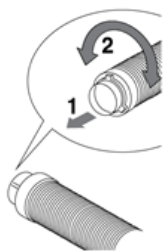

Рисунок 7
- Закрепите воздухопровод на задней панели прибора (рисунок 7).